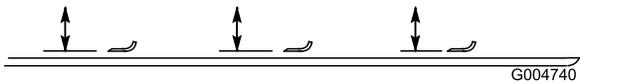

Figura 77
5. Gire la cuchilla hasta que los extremos estén orientados hacia adelante y hacia atrás (Figura 77).